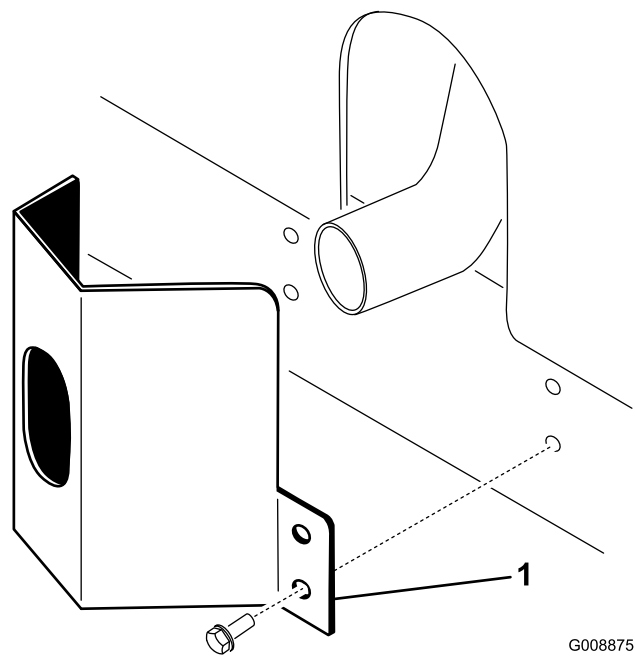

Figura 11
1. Coloque a cobertura do escape à volta da panela do escape, enquanto estiver a alinhar os orifícios de montagem com os orifícios no chassis (Figura 11).
2. Prenda a cobertura do escape ao chassis utilizando 4 parafusos autoroscantes (Figura 11).